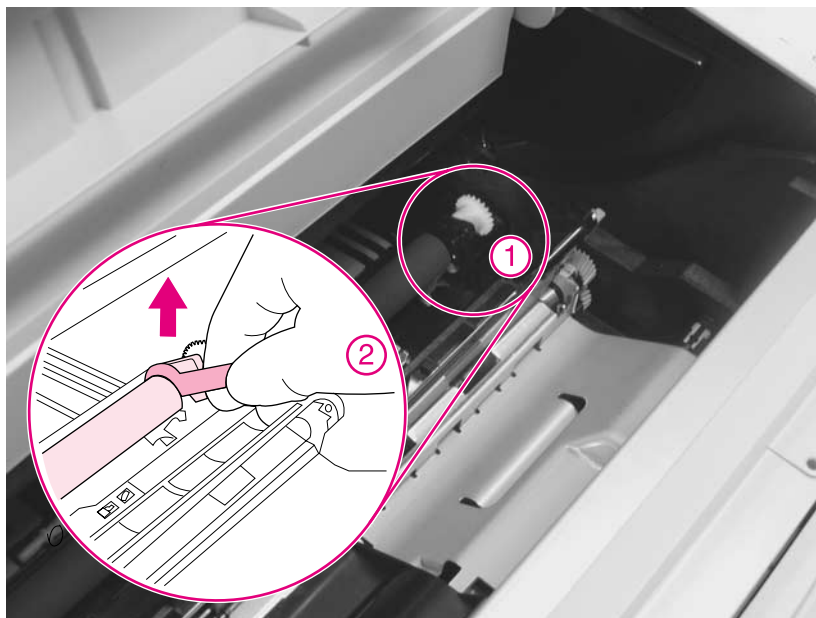

Figura 3
- 3 Il rullo di trasferimento è tenuto fermo sul lato destro mediante un morsetto (Figura 3, elemento 1). Utilizzare lo strumento di rimozione del rullo di trasferimento per agganciare la piastra metallica sul lato sinistro del fermo (dettaglio 2), quindi sollevare il rullo di trasferimento per sbloccare il fermo.